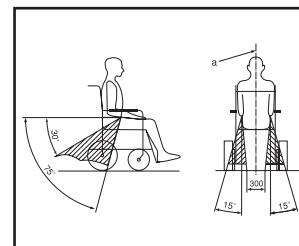

Figure 3
- Enfilez la ceinture abdominale au bas de la taille de l'utilisateur. L'angle entre la ceinture et le sol doit se situer entre 30° et 75° (un angle supérieur est souhaitable) (voir figure 3).